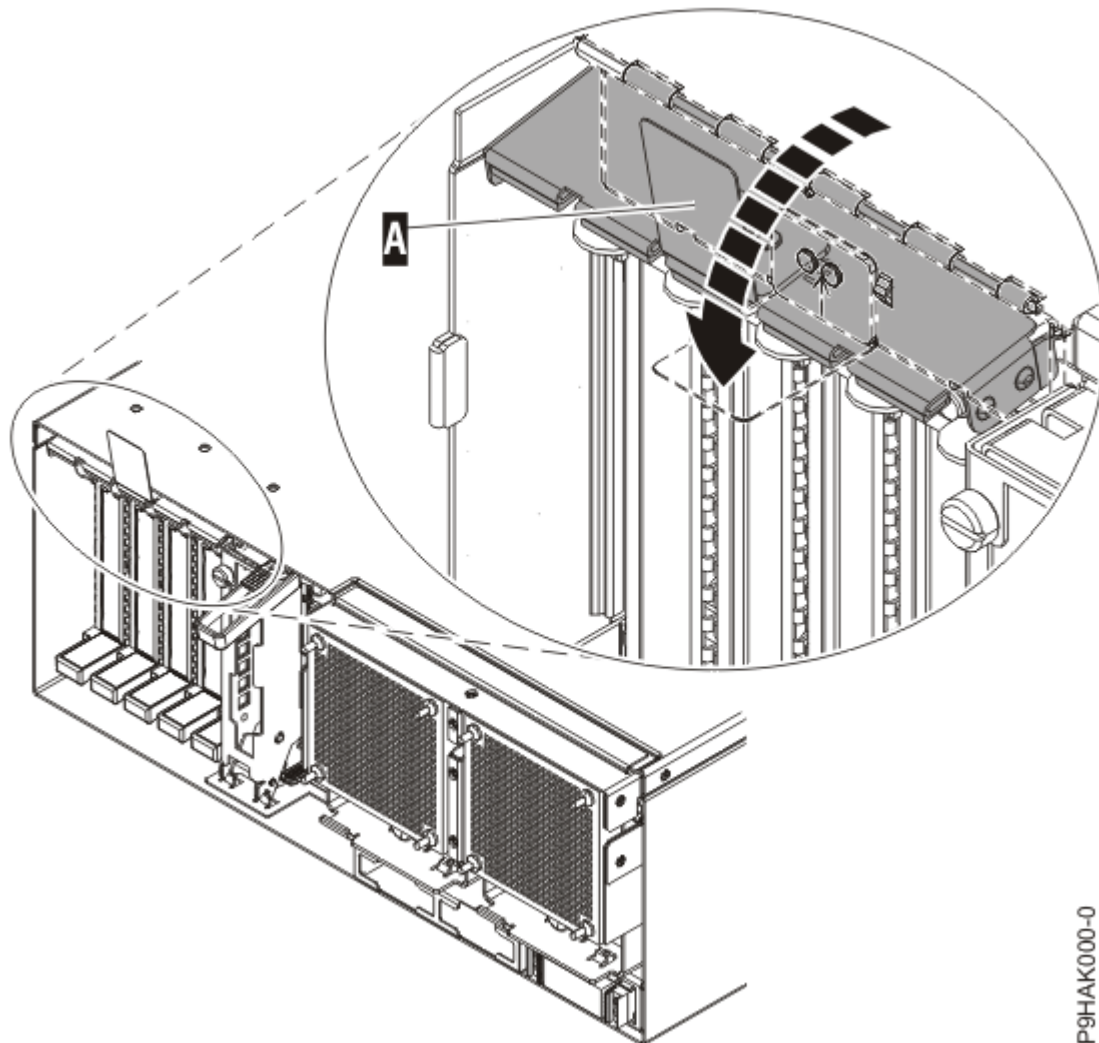

Figura 66. Extracción de los transceptores SFP de los adaptadores
- b) Abra el pestillo **(A)** girándolo hacia abajo y alejándolo de la tarjeta, tal como se muestra en la Figura 66 en la página 90.